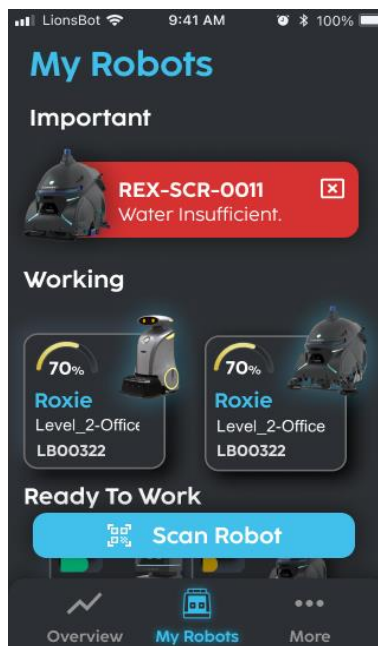

FIGURE 7-11 (My Robot's Page)
1. Cliquez sur 'Scanner Robot' sur la Page Mes Robots (Fig. 7-11).